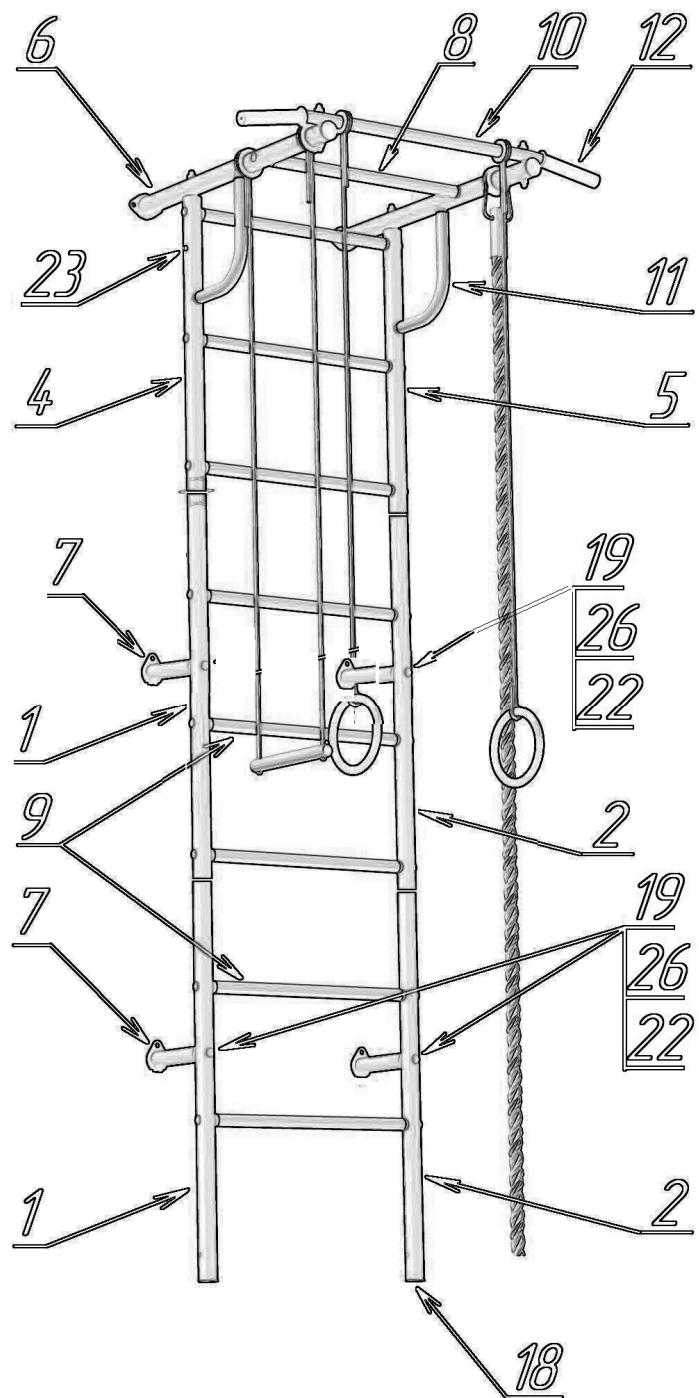
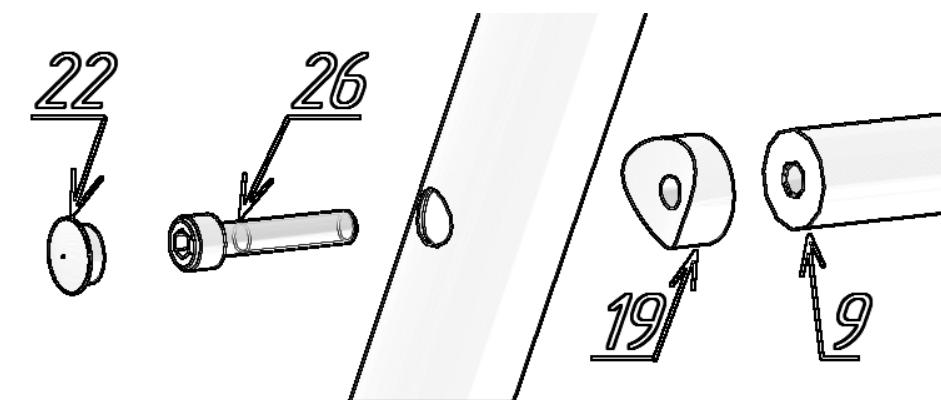
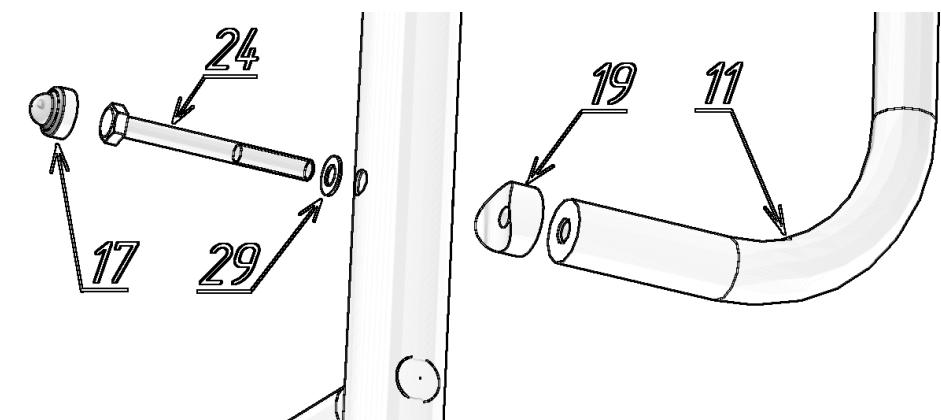

Рис.5 – Основные детали КОМПЛЕКСА
Рис.3 – Сборка вертикальных стоек и перекладин.
Рис.4 – Крепление усиления к верхним стойкам.
- 6.13. Установите заглушки ф 10 (23) в технологические отверстия на верхней опорной трубе (4) см. рис. 5
**Внимание:** Данный комплекс можно дооснастить секцией с сеткой, для этого в одной из верхних опорных труб (поз. 4) предусмотрено дополнительное отверстие. В зависимости от того, с какой стороны будет установлена данная труба, с той стороны устанавливается секция с сеткой. Устройство КОМПЛЕКСА см. на Рис.3, Рис.4, Рис. 5, Рис. 6.
6.1. Вставьте трубу опорную нижнюю левую (1) в трубу опорную среднюю левую (1).
6.4. Соедините трубы опорные с перекладинами (9) через вставки фигурные (19) при помощи винтов M8x25 (26) и затяните винты шестигранным ключом (28) см. рис. 3. Затяжку необходимо производить при условии, что шведская лестница лежит на ровной плоскости (например на полу).
6.6. Соедините трубы опорные верхние (4, 5) с Г-образными усилениями (11) при помощи болтов M8x60 (24) и вставок фигурных (19) см. рис. 4.